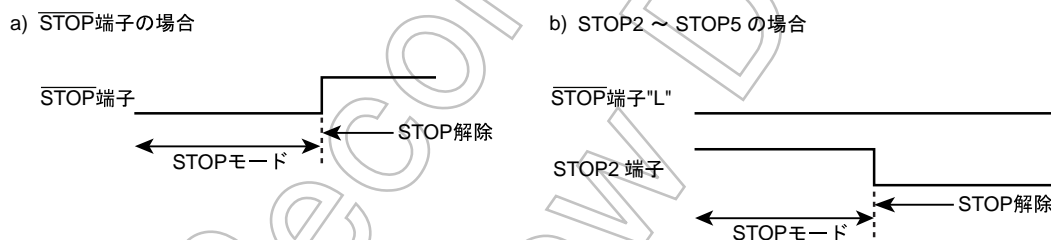

図 13-3 STOP 端子と STOP2 ~ STOP5 端子の優先順位
- 注 6) STOP2 ~ STOP5 入力によって STOP モードを解除する (“L”レベル)場合は、STOP モード中 STOP 端子を必ず“L”レベルに固定してください。(図 13-3)